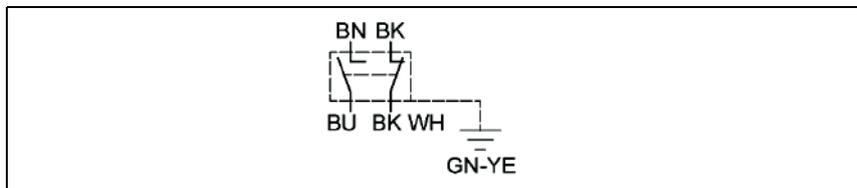

Fig. 15: schema di collegamento elettrico per finecorsa
1. Rimuovere l'elemento di protezione (1) dal finecorsa.
2. Rimuovere l'elemento di protezione (2) dal connettore.
3. Inserire il connettore (3) nel finecorsa.
4. Ruotare la vite (4) di 90° in senso orario.
5. Collegare le estremità del cavo (5) come da schema raffigurato (vedi Fig. 15).